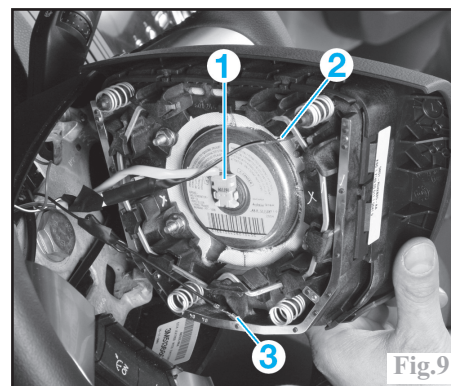

Fig.9
Débrancher le connecteur du module d'airbag (1), le connecteur de masse (2) et le connecteur de l'avertisseur sonore (3) (Fig.9).